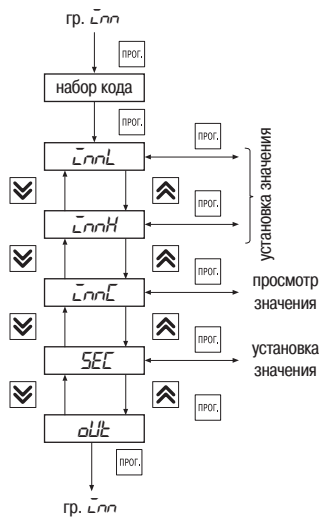

Рис. 20
6.2.2.7. Группа «Lnn» предназначена для задания числа импульсов при перемещении задвижки или затвора из одного концевое положение в другое (рис. 20). Код доступа для этой группы «_55».